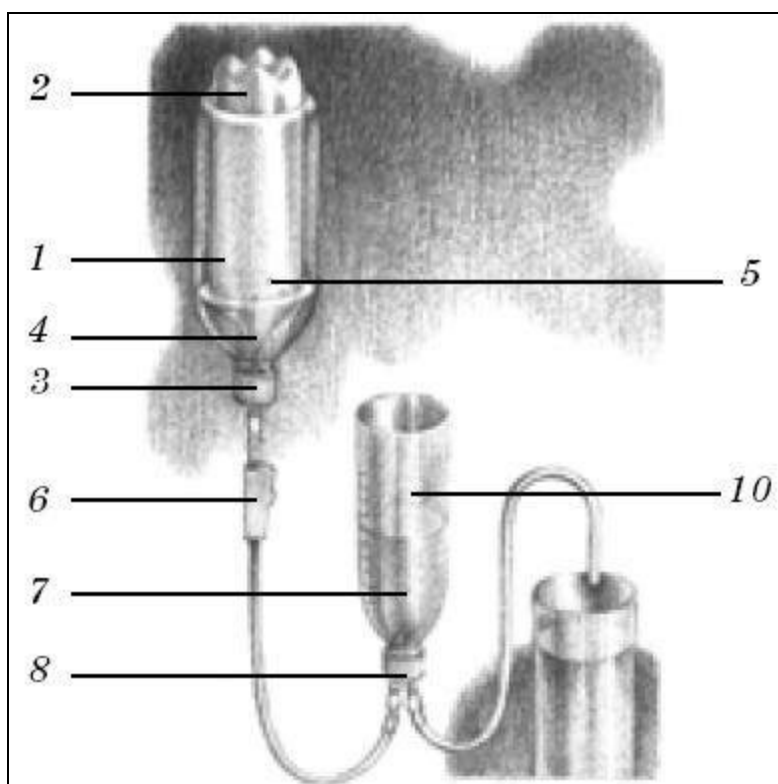
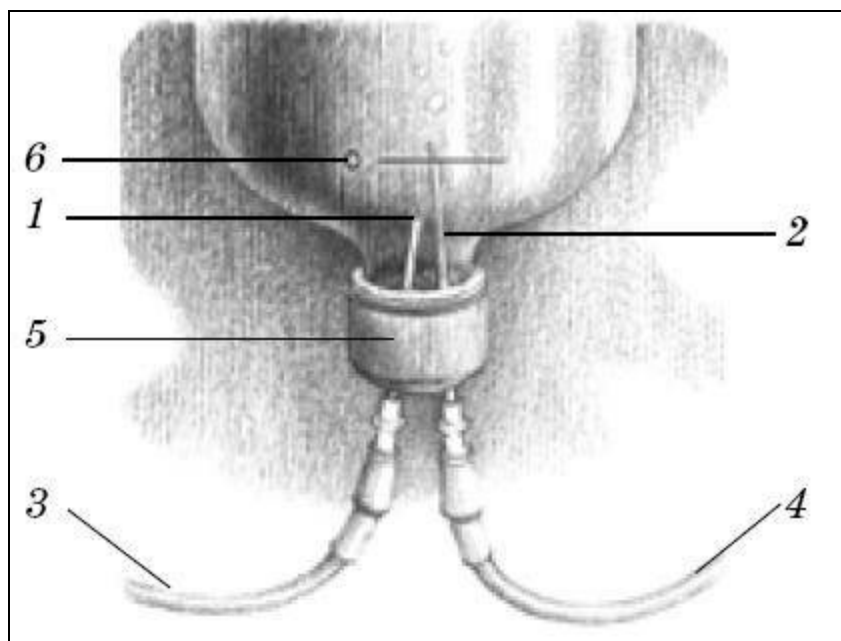

Рис. 40
Рис. 41
Изначально вам может показаться, что постройка такого прибора слишком сложна, но это обманчивое впечатление. Возьмите две пластиковые бутылки (рис. 40) – 2-литровую (1) и 1,5-литровую (2), причем стенки бутылок должны быть цилиндрическими и гладкими. В днище 2-литровой бутылки сделайте отверстие, в которое плотно должна входить 1,5-литровая бутылка, а в пробку (3) аккуратно воткните иглу от капельной системы (4). Бутылку 2 вставьте в бутылку 1 без пробки, горлышком вниз. Таким образом у вас получится устройство для автоматического регулирования уровня водяного столба.
Для большей наглядности схема соединений в пробке 8 на рис. 40 представлена на рис. 41, где 1 – игла, подающая воду; 2 – игла от переливного сифона; 3 – трубочка, подающая воду; 4 – переливная трубочка сифона; 5 – пробка «циферблатной» емкости; 6 – нулевая отметка.
Несмотря на кажущуюся простоту, предлагаемый опыт (рис. 40) весьма показателен, поскольку объединяет в себе действие нескольких физических законов – упругих деформаций и инерции.